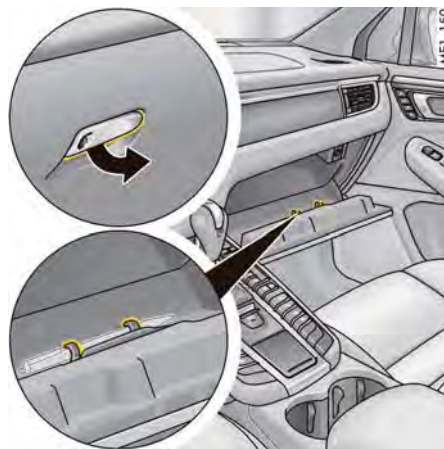

図237: グローブ・ボックスを開く
- ▶ ハンドル（図237）を引いて、リッドを開いてください。